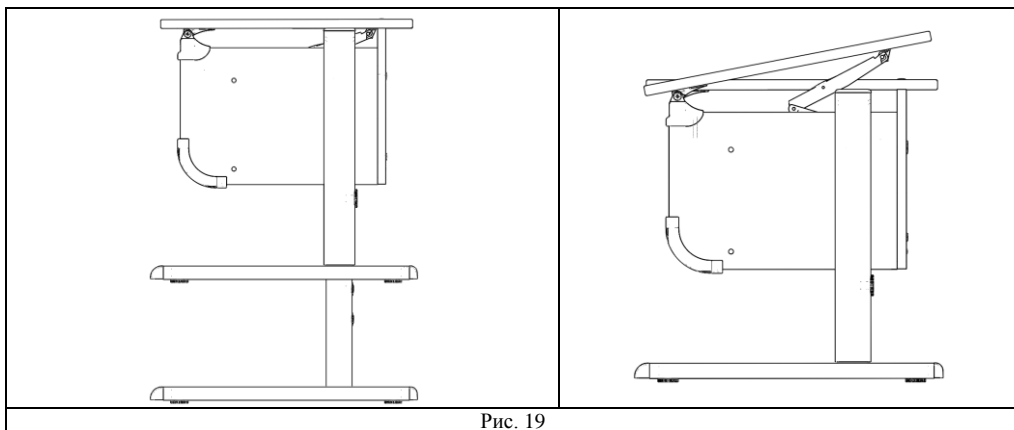

Рис. 19
6.2. Для удобства эксплуатации потребителями различных возрастных групп стол имеет возможность ступенчатой регулировки столешницы по высоте и углу наклона см. рис. 19.